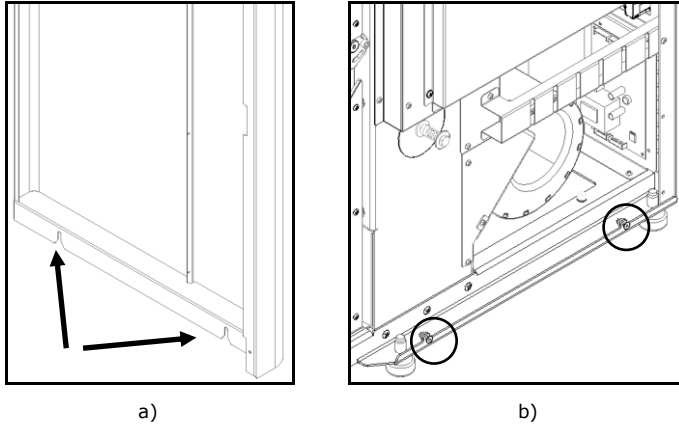

Figura 96 – Colocación de las envolventes
c) Enganchar los agujeros inferiores de las cubiertas laterales (Figura 96-a), en las guías que están en el fondo de la máquina.